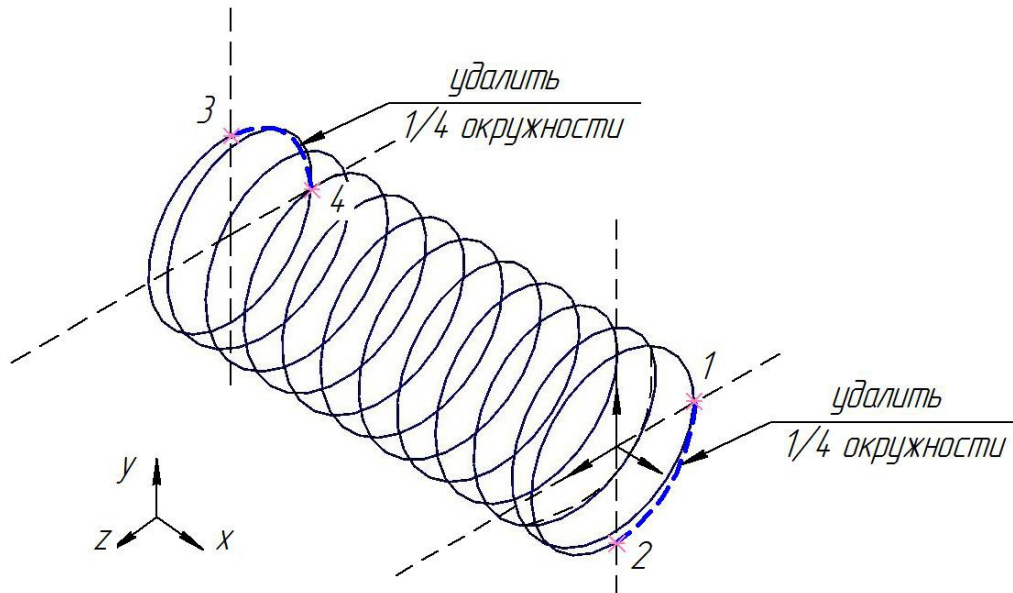

Рис. 3.30. Редактирование опорных витков пружины
- ➔ Удалите четверть дуги окружности и закройте Эскиз  (рис. 3.30).